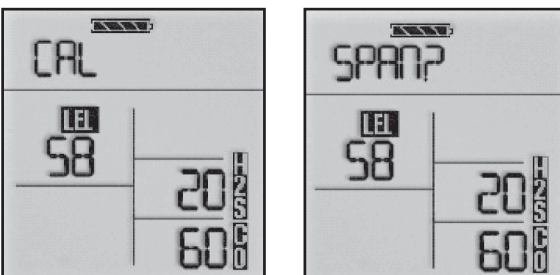

Figura 19:
- Impostati gli azzeramenti, **CAL SPAN?** lampeggia (Figura 19).